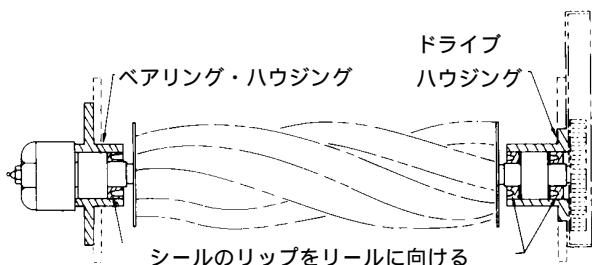

図32
- アウタ・シールの外径部にロクタイト242を塗り、リップを内側にして(グリスを密封するため)ドライブ・ハウジングに装着し、反対側から、ペアリング・アセンブリを入れる。アセンブリのシール・リップ部にオイルを薄く塗っておく(図32)。
- 内側シールのリップにオイルを薄く塗り、リップをリール側に向けて(ペアリングに背を向けて)ハウジングに装着する。アセンブリ全体をリテナ・リングでハウジングに確実に固定する(図32)。
- ペアリング・ハウジング用のシールのリップにオイルを薄く塗り、リップがペアリングに背を向けるようにして、ペアリング・アセンブリに装着する(図32)。